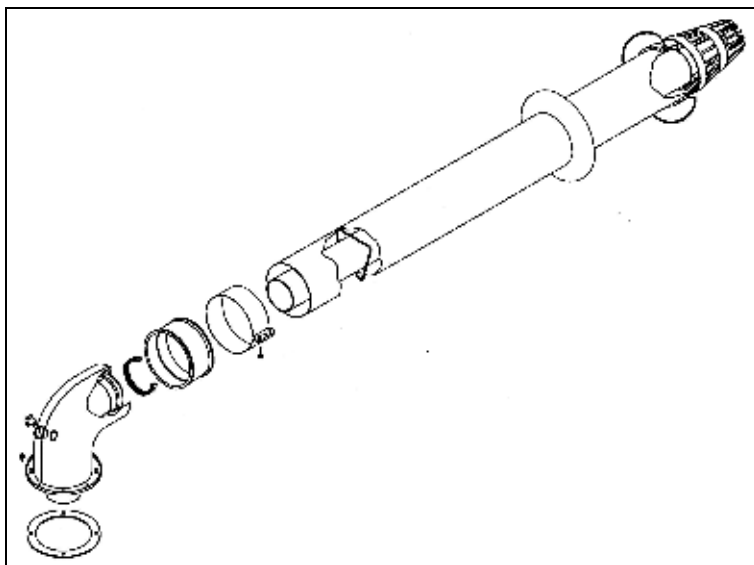

Рисунок 3
4.2.Стандартно поставляемый с котлом 750-миллиметровый газоотвод (рис. 3) может быть направлен назад, вправо или влево с помощью соединительного колена (90°). Колено подсоединяется к котлу с помощью 4 винтов (рис. 6а).